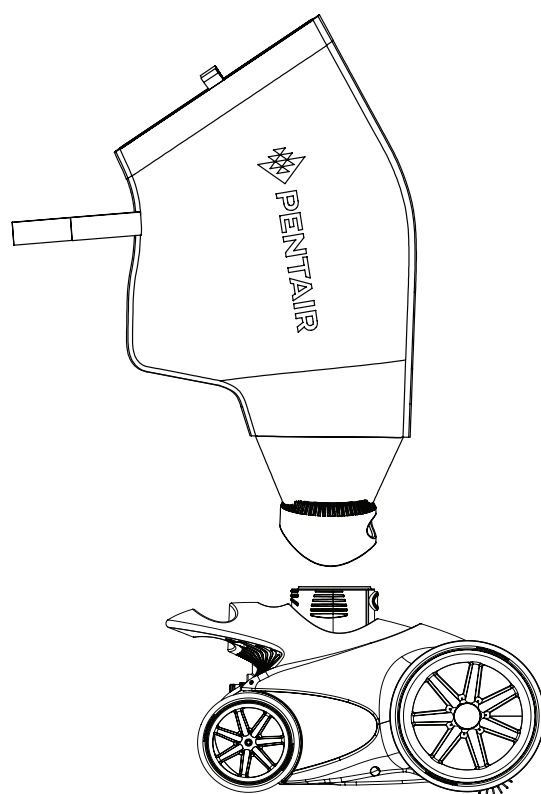

Figura 22.
1. Instale una cuña en cada uno de los bordes de las llantas: Para instalar la cuña, empuje las gomas de las ruedas plásticas y presione el inserto firmemente en el borde entre la goma y la rueda. La parte lisa del extremo inferior de la cuña debe insertarse primero, desde afuera hacia adentro de las ruedas del limpiafondos. **Véase la figura 22.** Asegúrese de que las ranuras en las ruedas y las de la parte de abajo de la cuña se aseguren entre sí.